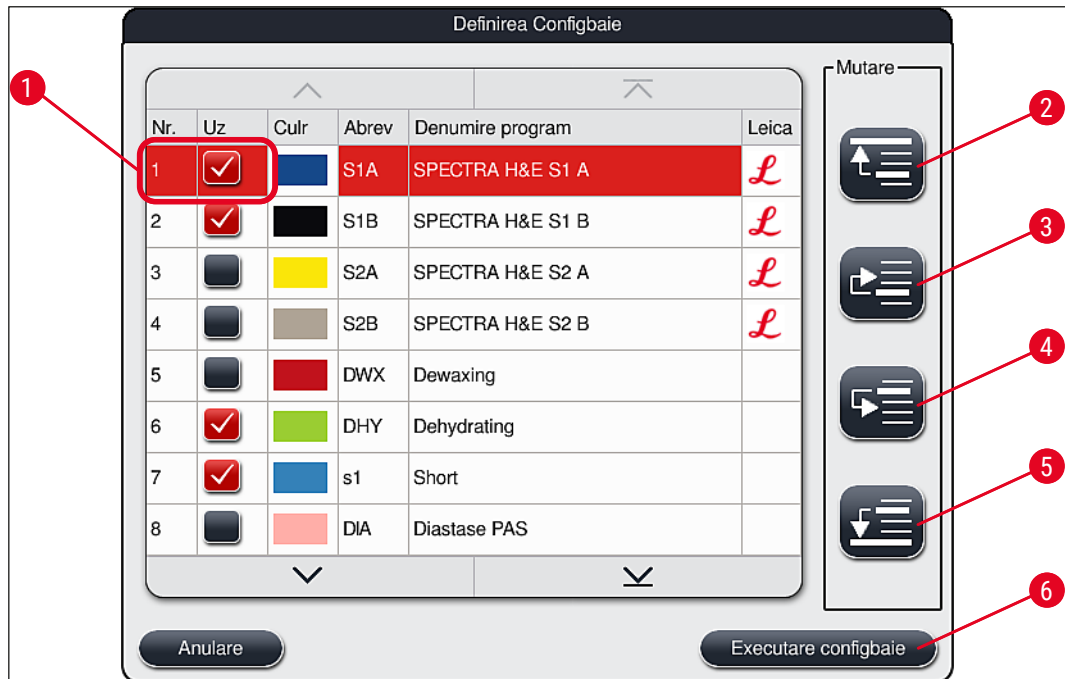

Fig. 50
- Apăsați tasta **Continuare** (→ "Fig. 52-4") pentru a continua sau tasta **Anulare** (→ "Fig. 52-5") pentru a reveni la selecția programului (→ "Fig. 50").